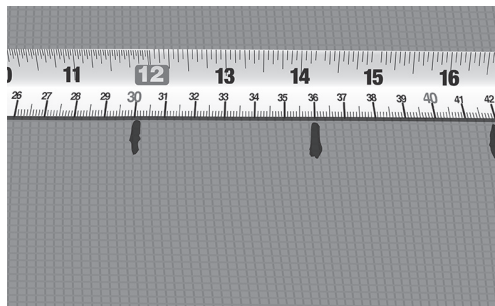

Fig. 4. Markér C-C-afstand på væg eller gulv
6. Markér den beregnede C-C-afstand på væggen, på armeringsnettet eller lignende (fig. 4).